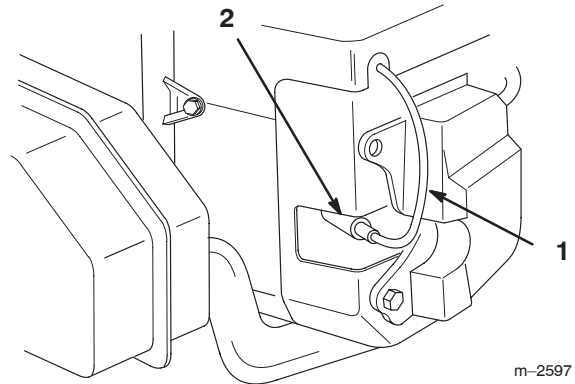

Bild 23
2. Ziehen Sie den Kerzenstecker von der Zündkerze (Bild 23). Reinigen Sie jetzt den Bereich um die Zündkerze(n), um zu verhindern, dass Schmutz in den Motor fallen und Schäden verursachen kann.
3. Drücken Sie den/die Kerzenstecker auf die Zündkerze(n) (Bild 23).